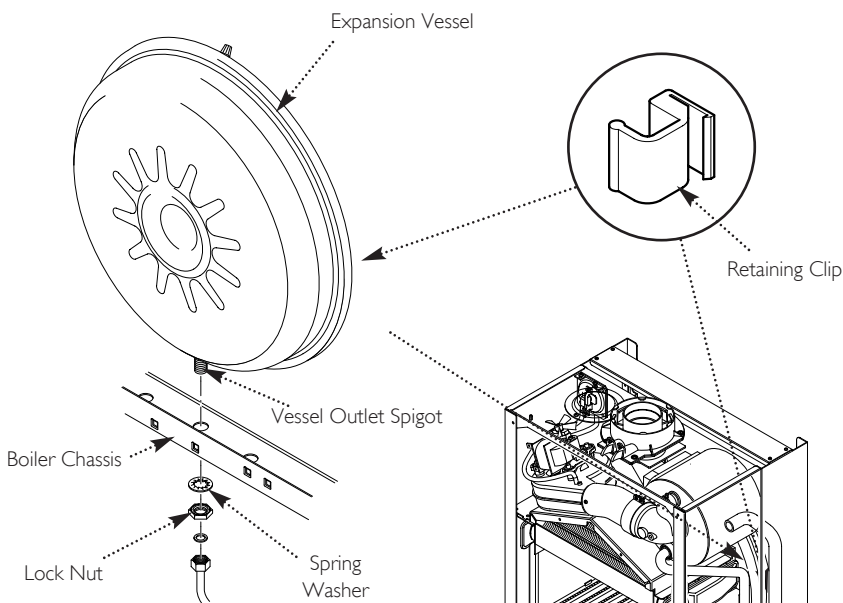

Fig. 76
14.15 Expansion Vessel (Fig. 76)